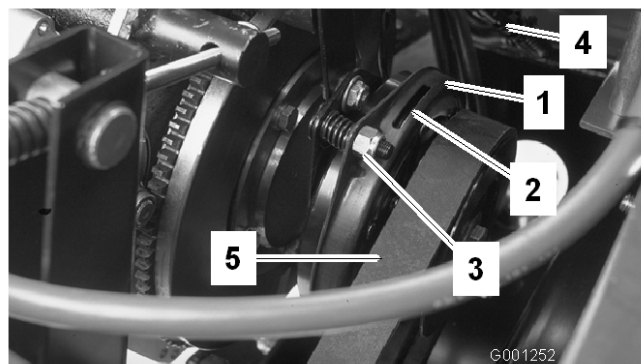

Figura 64
3. Desenchufe el conector eléctrico del embrague (Figura 64).
4. Ajuste el entrehierro hasta que pueda deslizarse una galga de 0,4 mm entre la guarnición del embrague y la placa de fricción con una ligera presión (Figura 64). El entrehierro puede reducirse girando la tuerca de ajuste en el sentido de las agujas del reloj (Figura 64). El entrehierro máximo es de 0,8 mm.